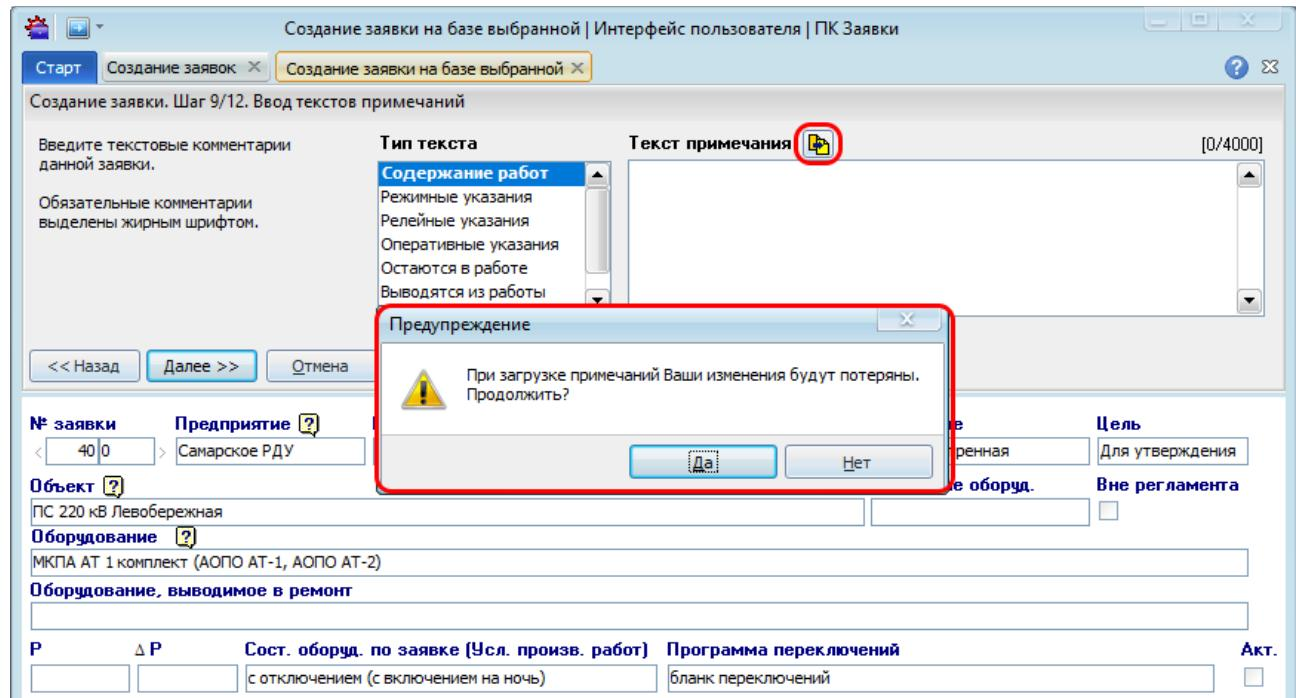

Рисунок 10.44 – Копирование текстовых примечаний из выбранной заявки
- Только созданные на своем предприятии текстовые примечания копируются по умолчанию из существующей заявки. Если необходимо скопировать все существующие примечания из выбранной заявки, то в мастере создания на *шаге 9/12 «Ввод текстов примечаний»* необходимо нажать на кнопку «» и в окне предупреждения нажать на кнопку «Да» (Рисунок 10.44). При этом все примечания оформляются от текущего предприятия. Данная кнопка доступна в мастере создания только при создании заявки на базе выбранной.